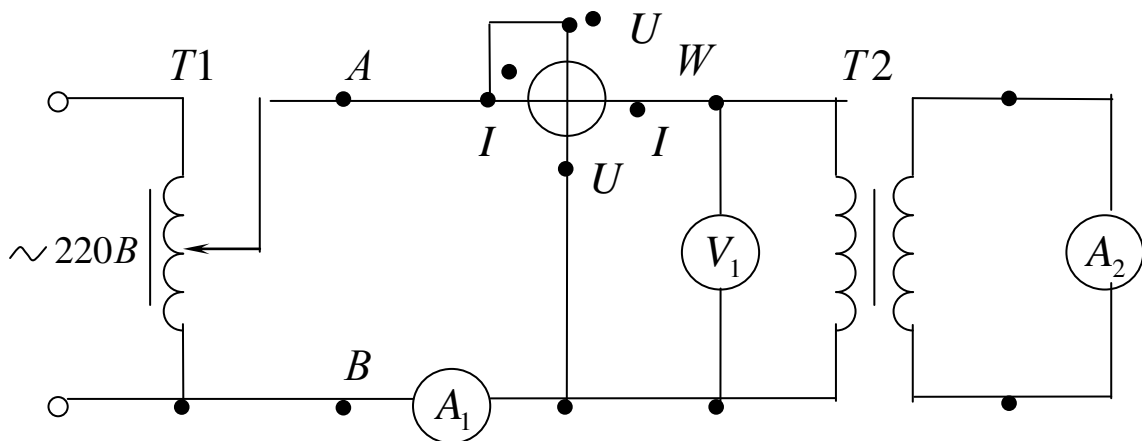

Рис. 7. Схема для проведения опыта короткого замыкания трансформатора
8. Для проведения опыта короткого замыкания собрать электрическую цепь по схеме, изображенной на рис.7. Вольтметр должен иметь предел измерения 60В.